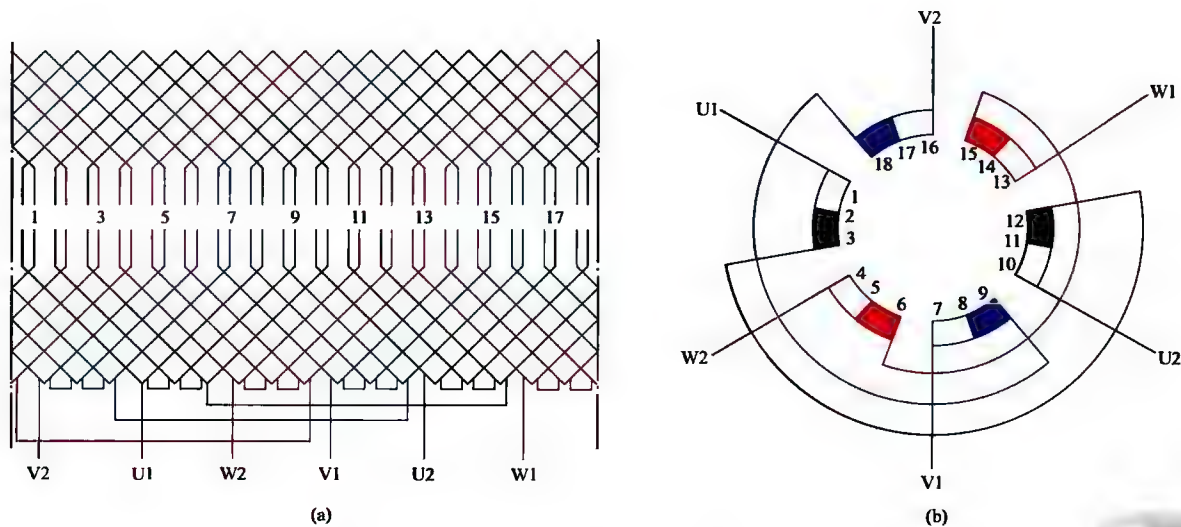

图 1-3 三相 2 极 18 槽双层叠绕组 1 路接法
3. 三相 2 极 18 槽双层叠绕组 1 路接法展开图与接线圆图 (见图 1-3)